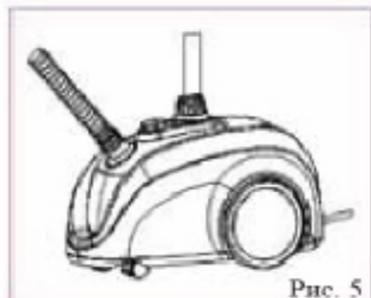

Рис. 5
5. Установка парового шланга: поставьте ровно гайку шланга и базу верхней части устройства, а затем поверните гайку по часовой стрелке, чтобы закрепить шланг с устройством (рис.5).